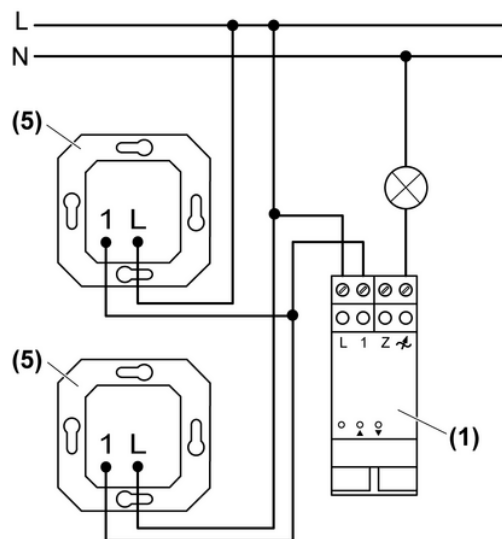

Bild 2: Anschlussplan
- Dimmer (1) auf Hutschiene montieren.
- Dimmer (1) und lokale Nebenstellen (5) gemäß Anschlussplan anschließen (Bild 2).